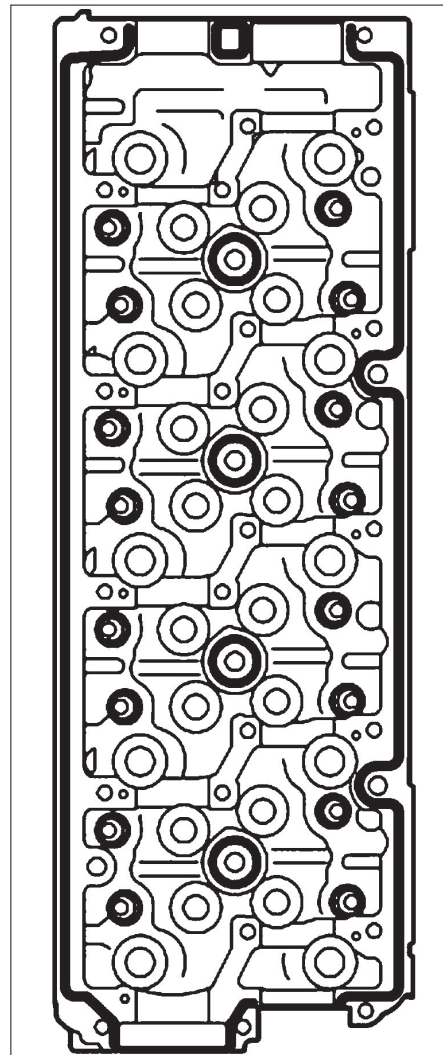

FIG. 137
- Appliquer un cordon d'étanchéité d'une épaisseur de 2 à 3 mm sur la culasse (Fig.137).